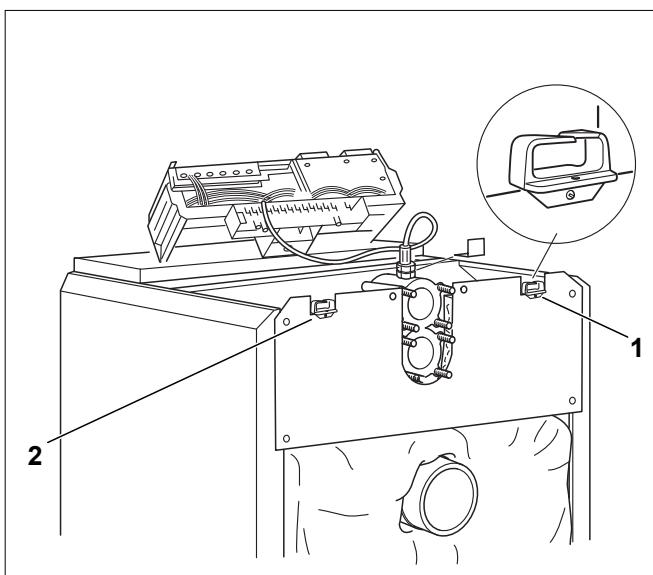

Рис. 46 Электрическое подключение
- Закрепите винтами держатели кабеля (рис. 46, [1]) слева или справа на задней стенке котла.